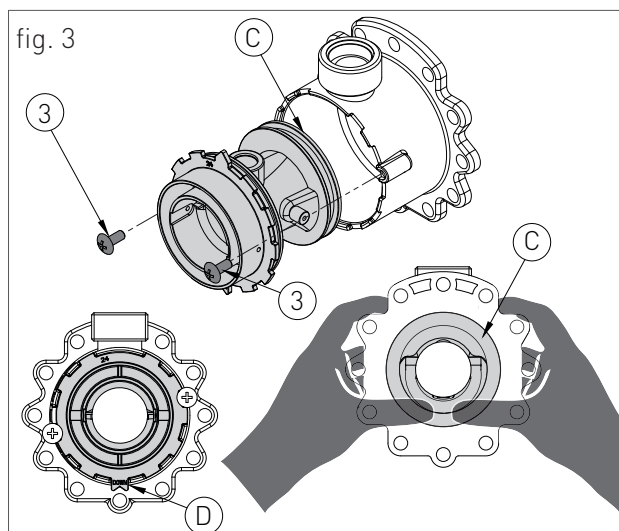

fig. 3
- › Scoateți cele două șuruburi, 3 "(fig.3) și apăsați pe partea din spate a venturii, C "(fig.3);
- › Înlocuiți venturiul corpului cu cel potrivit pentru tipul de gaz de alimentare (cod. 30-00124 pentru metan/ cod. 30-00170 pentru GPL) și asigurați-vă că dinte 'D' (fig.3) este reglat în jos pe piuliță cu inel din aluminiu (vezi fig.3);